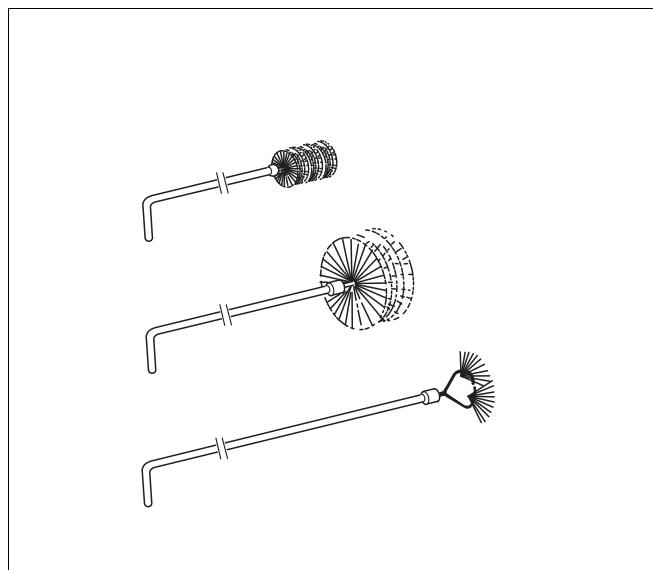
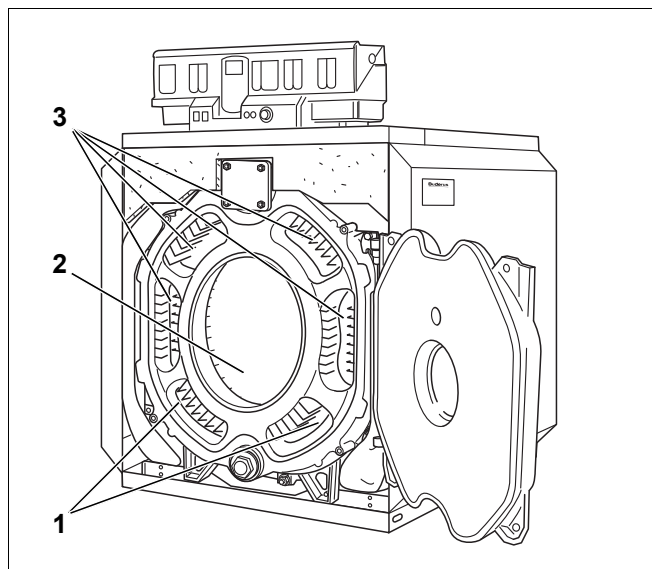

Рис. 53 Щётки для чистки
Рис. 54 Чистка газоотводящих каналов
На рис. 53 показаны различные щётки, предлагаемые фирмой **Buderus** (дополнительная комплектация).
- ▶ Газоотводящие каналы (рис. 54, [1] и [3]) чистят щётками 1 и 2 (рис. 53) спереди назад.
- ▶ Остальные поверхности топочной камеры (рис. 54, [2]) чистят щёткой 2.
- ▶ Очистите нижние газоотводящие каналы спереди щёткой 2 (рис. 54, [1]).